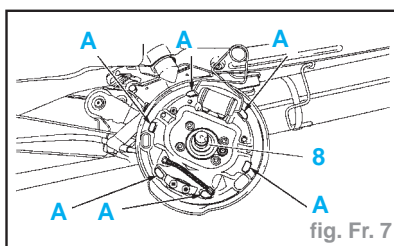

fig. Fr. 7
- Remplacer systématiquement le joint (8) (fig. Fr. 7).
- les surfaces (A) avec une graisse type **LUBRITHERM G200**